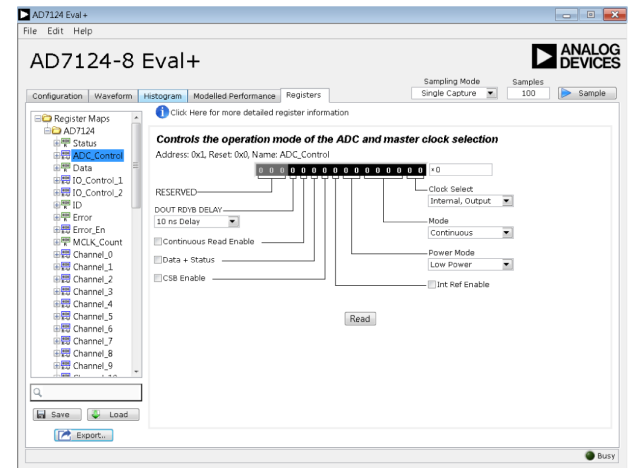

図 15. Registers タブ
**Demo Modes** セクションの下にある **Thermistor** をクリックすると、サーミスタ構成用の ADC ソフトウェアを設定できます。この場合は、それぞれのサーミスタ測定用に AD7124-4/AD7124-8 を設定する前に、もう 1 つのステップが必要です (AD7124-4/AD7124-8 の内部フルスケール・キャリブレーションとゼロスケール・キャリブレーション)。このキャリブレーションは、**Registers** タブを介して行うことができます (図 15 を参照)。